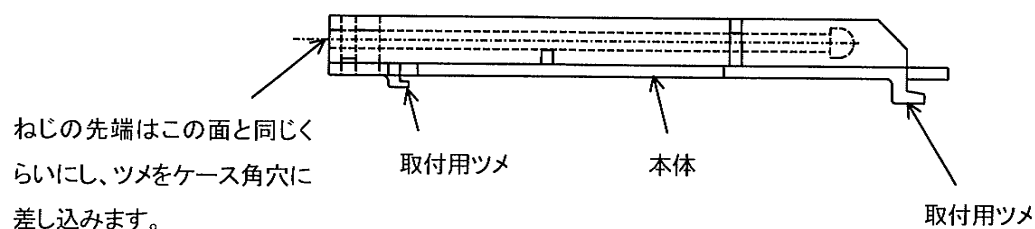

図 3.2 取付ユニット
- 1) 付属品の取付ユニットを、図3.2に従って準備します。